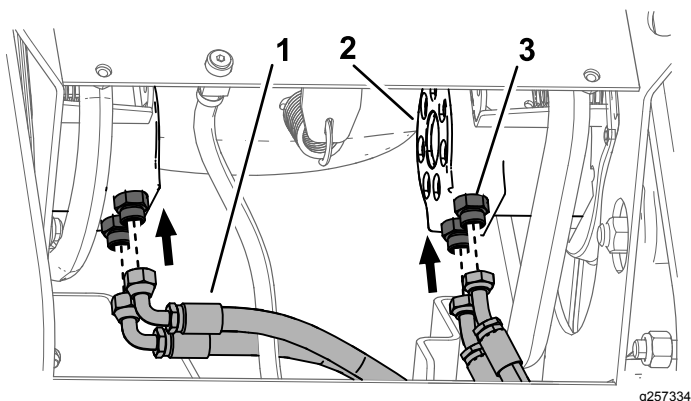

Figure 12
7. Installez les raccords hydrauliques dans les moteurs de chenilles neufs (Figure 12). Serrez-les à un couple de 136 à 163 N·m.
1. Flexible (4)
2. Raccord mâle dans raccord femelle (4)
3. Moteur de chenille (2)
8. Branchez les flexibles sur les raccords repérés (Figure 12).